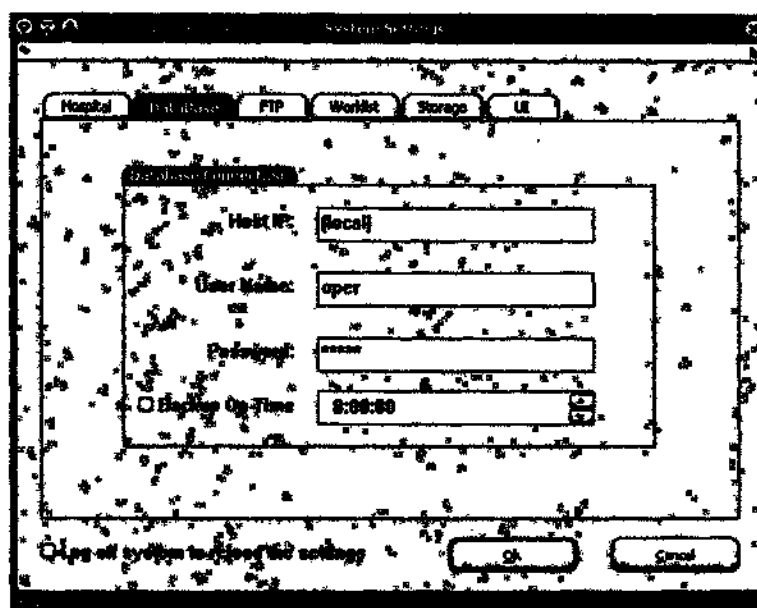

Рисунок 54 Окно установок программного обеспечения
При выборе пункта меню "Настройки" (System) → "Конфигурация..." (Configurations...) открывается окно установок ПО, показанное на рис. 54. Окно состоит из 6 страниц, включая "Лечебное учреждение" (Hospital), "База данных" (Database), "FTP", "WorkList", "Сервер" (Storage) и "Интерфейс" (UI).